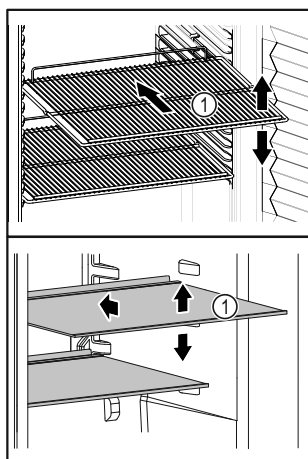

Fig. 72 Immagine a titolo di esempio
- ❑ Se i ripiani Fig. 72 (1) sono spostati, adattare i ripiani in base all'altezza.